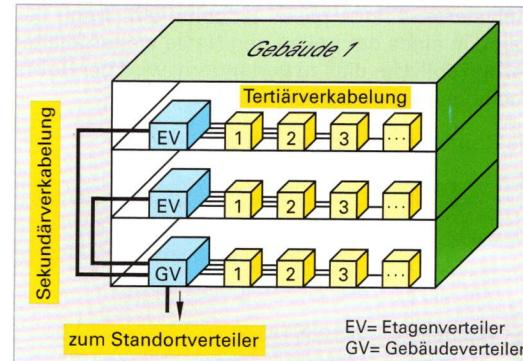

Bild 1: Strukturierte Verkabelung
Fest verlegte Kabelstrecken als Durchverbindungsstrecken (Interconnect-TO-Modell) oder Anzigerverkabelungsstrecken (Cross-Connect-TO-Modell) sind in ihrer Länge beschränkt (**Bild 1**). Vom Planer oder Installateur berechnete Längen dürfen auch bei Erweiterungen nicht überschritten werden. Flexible Kabel haben meist eine höhere Dämpfung als fest verlegte Installationskabel. Werden bei Wartungsarbeiten andere Längen von Rangierleitungen oder Anschlussleitungen eingesetzt, kann nicht garantiert werden, dass die berechnete Übertragungsstrecke einwandfrei funktioniert.
- Bei einer Etagenverkabelung nach dem Cross-Connect-TO-Modell (**Bild 1, B**) mit STP-Kabel beträgt die Länge aller beweglichen Kabel 12 m. Berechnen Sie die Länge des fest verlegten Kabels bei Normaltemperatur.